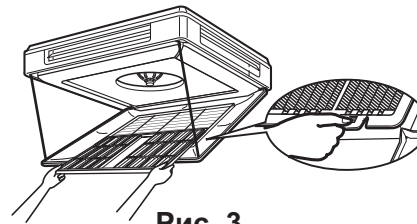

Рис. 3
- 2** Зафиксируйте воздушный фильтр на установочной позиции, нажав на крепежные головки. (См. рис. 3)